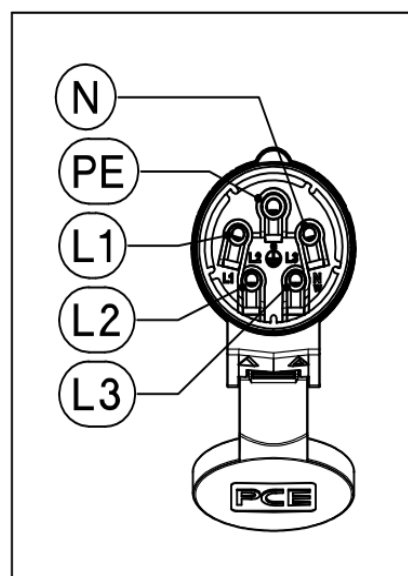

Abb. 4
- Bei einem 3-Phasen-Motor schließen Sie die 3 Phasen an die mit L1, L2, L3 gekennzeichneten Klemmen an (Abb. 4). (ROTER BLOCK)